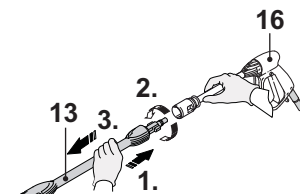

Fig. 25
- Pour démonter la rallonge (13), pressez-la contre le pistolet (16) et tournez-la dans le sens inverse des aiguilles d'une montre (Fig. 25).